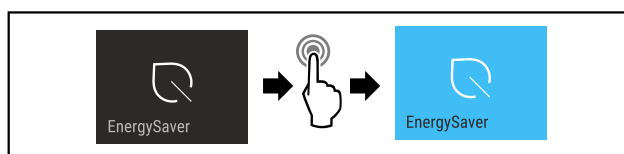

Fig. 14
- ▶ Proveďte akční kroky (viz Fig. 14).